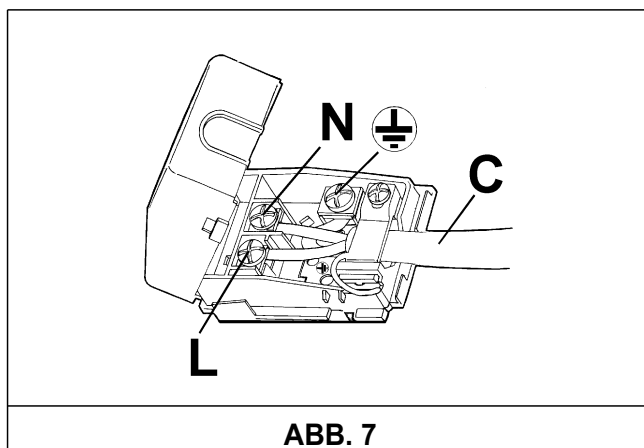

ABB. 7
- Falls das Gerät über kein Anschlusskabel verfügt, ein Kabel mit entsprechendem Querschnitt (siehe Tabelle in Abschnitt 6) am Klemmenkasten anschließen, wobei der Erdleiter länger als die Phasenleiter zu halten ist und entsprechend den Abb. 7 vorzugehen ist.
- einen für die auf dem Typenschild angegebene Last passenden und genormten Stecker an das Versorgungskabel "C" anschließen, sofern dieser fehlt. Gemäß dem Schema der Abb. 7 die Drähte anschließen und nachstehende Übereinstimmungen einhalten: